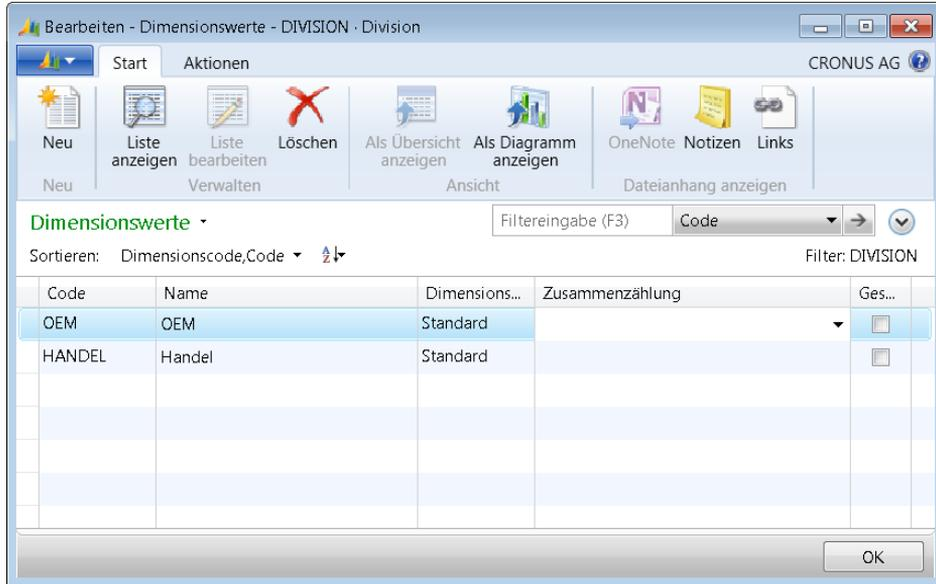

Abbildung 9.5 Erfassen der Dimensionenwerte zur neuen Dimension
4. Zur Festlegung der Dimensionswerte klicken Sie im Menüband auf die Schaltfläche *Dimensionswerte*. Im Dimensionswerte-Fenster erfassen Sie dann je eine Zeile für den Dimensionswert »OEM« und »HANDEL« entsprechend der Abbildung 9.5. In der Spalte *Dimensionswertart* belassen Sie den Vorschlagswert »Standard«.